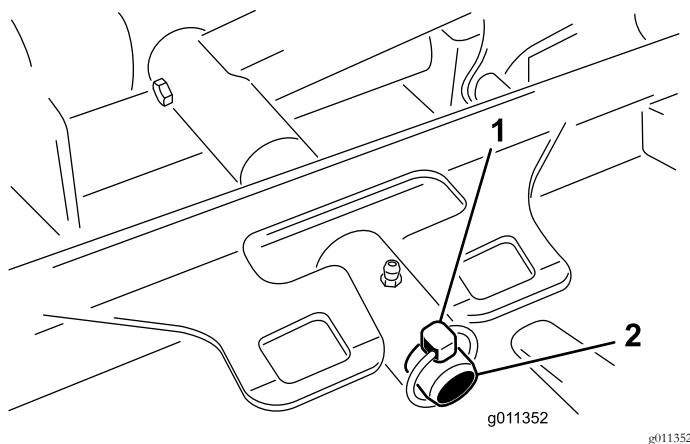

Figura 70
2. Retire o pino de sujeição (ou a porca de retenção - modelo 30874) que fixa a estrutura de suporte da plataforma ao pino de articulação do braço de elevação (Figura 70).
2. Deslize a estrutura de suporte da plataforma até que esta fique sobre o pino da articulação do braço de elevação (Figura 70). Prenda a plataforma ao pino com o pino de sujeição (ou a porca de retenção - modelo 30874).